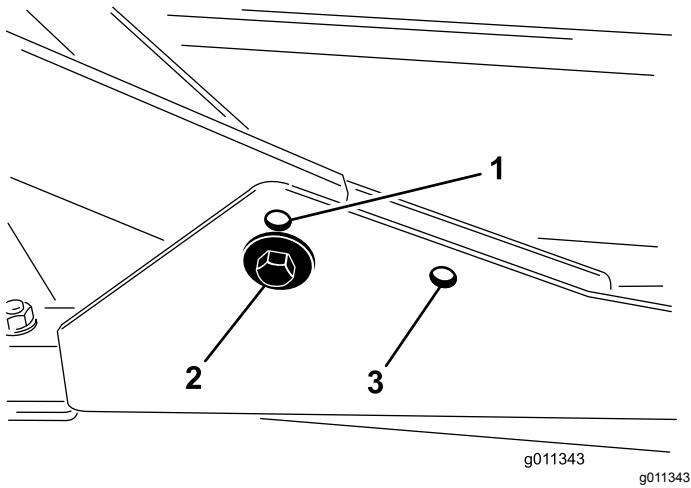

Figura 9
- Para alturas de corte entre 2,0 a 7,6 cm, monte as estruturas de suporte frontais nos furos de montagem frontais inferiores (Figura 9).
- Para alturas de corte entre 6,3 a 10 cm, monte as estruturas de suporte frontais nos furos de montagem frontais superiores (Figura 9).
Para todas as alturas de corte, monte a unidade de corte traseira nos furos de montagem traseiros (Figura 9).